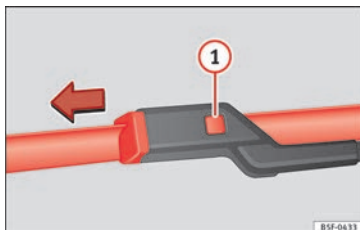

Fig. 82 Cambio de las escobillas del limpiaparabrisas.
- Mantenga presionada la tecla de desbloqueo » **fig. 82 1** tirando ligeramente de la escobilla en el sentido de la flecha.